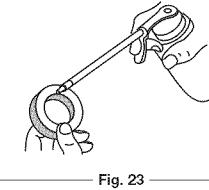

Fig. 23
4. Appliquez suffisamment d'huile propre SAE 30 pour enduire légèrement le filtre (Fig. 23).